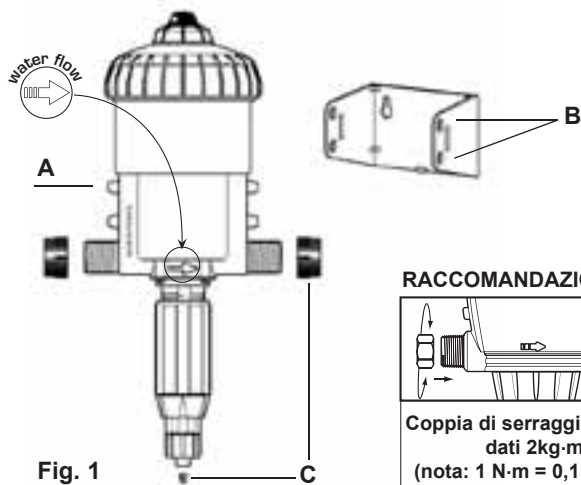

Fig. 1
- un tubo di aspirazione con succhieruola. Il supporto serve al fissaggio murale del DOSATRON. Inserire il DOSATRON nel supporto spostando leggermente i bracci del supporto per incastrare i 4 naselli e raccordi girevoli di Ø 20 x 27 mm [3/4"]. Assicurarsi che l'acqua scorra nel senso delle frecce riportate sull'apparecchio. (Fig. 1-A) negli orifici corrispondenti del supporto (Fig. 1-B).
Rimuovere i tappi di protezione (Fig. 1/2-C) che ostruiscono gli orifici del suo DOSATRON prima di collegarlo alla rete d'acqua.